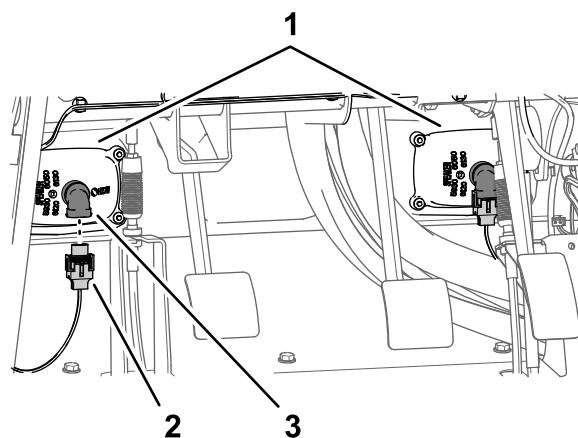

Figura 214
3. Conecte los 2 conectores hembra de 2 vías del arnés de cables de la máquina a los conectores de 2 pines de los faros derecho e izquierdo (Figura 214).
1. Alinee el panel interior del guardabarros con los tubos superior izquierdo e inferior izquierdo del bastidor (Figura 214).